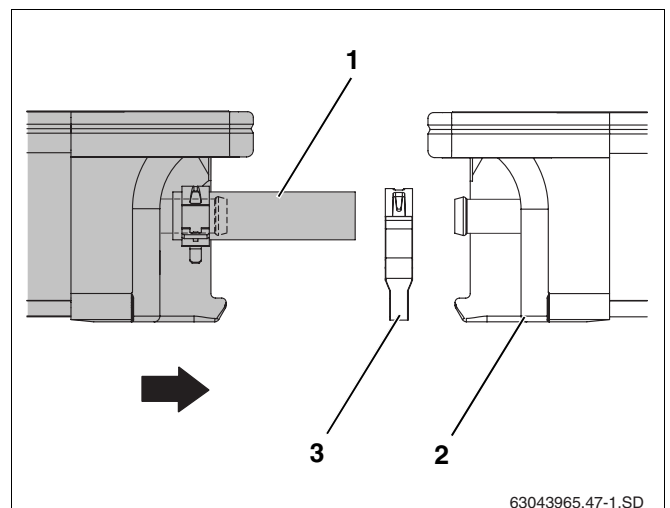

Fig. 49 Deslizar el segundo colector hasta el primero
- ▶ Coloque el segundo colector con los tubos solares premontados (fig. 49, **pos. 1**) sobre los perfiles guía y déjelo deslizar hasta los seguros contra deslizamiento.
- ▶ Deslice la segunda abrazadera (fig. 49, **pos. 3**) sobre el tubo solar.
- ▶ Deslice el colector hacia el primer colector (fig. 49, **pos. 2**) de tal forma que los tubos solares montados previamente se deslicen hasta las conexiones situadas a la izquierda del primer colector.